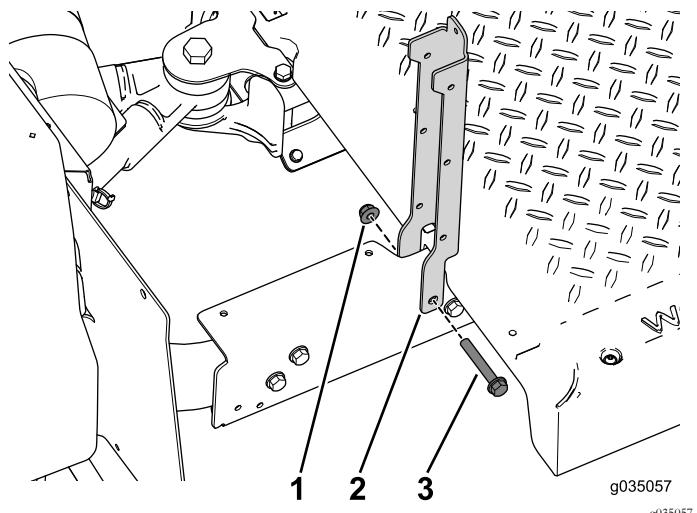

図 38
2. 座席サポートを車両後部に固定するボルト3/8 x 2-1/2 インチ2本、スペーサ、フランジナットを使う図 38。